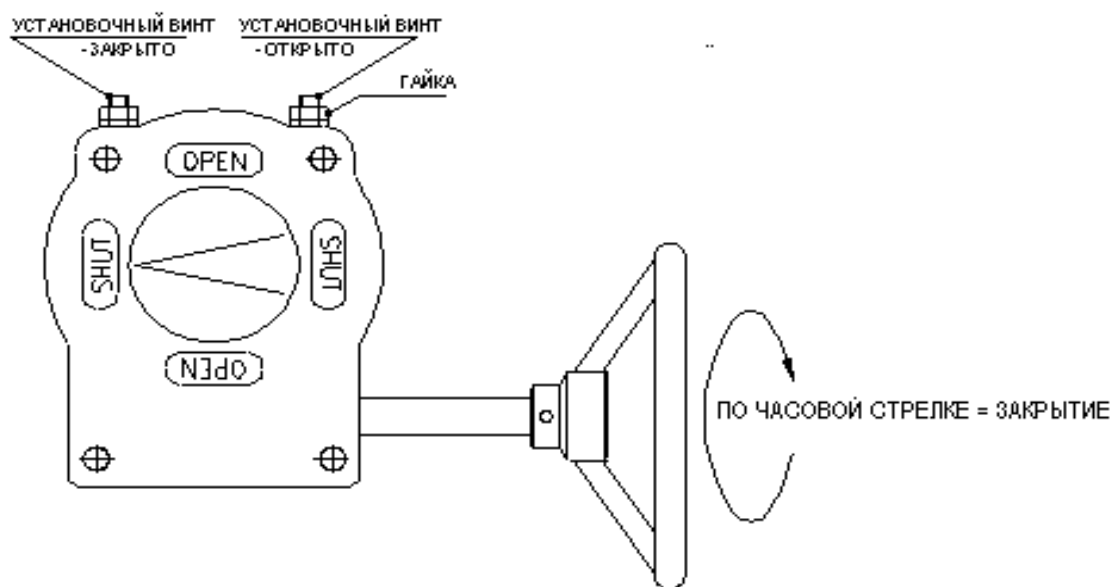

Рис. 8
- Если полное закрытие не достигается, ослабить установочный винт – закрыто (Рис. 8) путем поворота против часовой стрелки. Продолжать вращать штурвал пока, кран полностью закроется.
- Если полное открытие не достигается (90°), ослабить установочный винт – открыто (Рис. 8) путем поворота против часовой стрелки. Продолжать вращать штурвал пока, арматура полностью откроется.